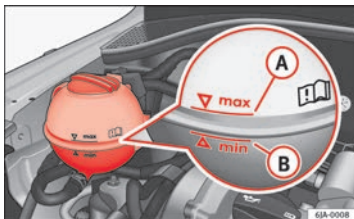

Abb. 119 Motorraum: Kühlmittelgleichbehälter
Es wird empfohlen, zum Nachfüllen das Frostschutzmittel zu verwenden, das auf dem Deckel des Kühlmittel-Ausgleichbehälters angegeben ist ⇒ Abb. 119.
- Prüfen Sie den Kühlmittelstand am Kühlmittelgleichbehälter ⇒ Abb. 119. Der Kühlmittelstand muss bei kaltem Motor zwischen den Markierungen **B** (Min.) und **A** (Max.) liegen. Bei warmem Motor kann er auch etwas über der Markierung **A** (Max.) liegen.
- Legen Sie einen Lappen auf den Deckel des Kühlmittelgleichbehälters ⇒ Abb. 119 und schrauben Sie den Deckel **vorsichtig** ab.
Füllen Sie das Kühlmittel nicht über die Marke **(A)** (max.) ⇒ **Abb. 119!** Überschüssiges Kühlmittel wird bei Erwärmung durch das Überdruckventil im Verschlussdeckel des Kühlmittelausgleichbehälters aus dem Kühlsystem gedrückt.